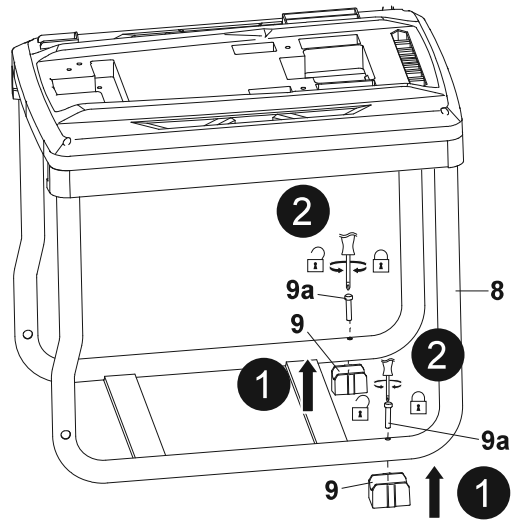

Fig. 1
1. Alinhe os orifícios de montagem inferiores do suporte dos pés (9) e a estrutura (8) (Fig. 1, passo 1).
2. Aperte o parafuso comprido (9a) para a direita através do orifício de montagem com uma chave de parafusos de cabeça cruzada adequada (não fornecida) e fixe a ligação (Fig. 1, passo 2).
3. Repita a montagem no outro suporte dos pés (9).